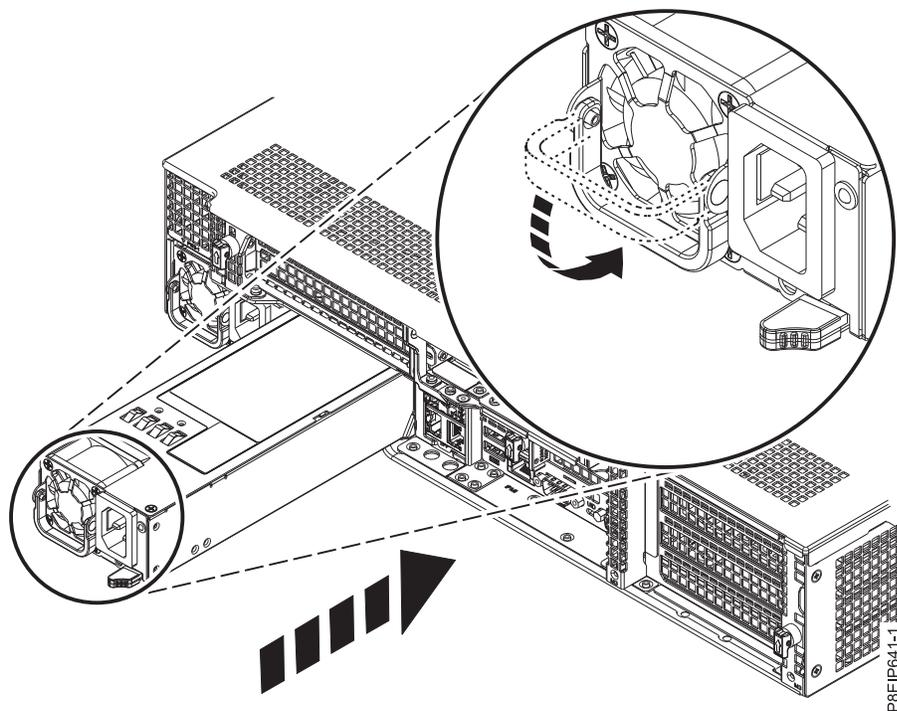

Abbildung 81. Austausch eines Netzteils im System
2. Richten Sie das Netzteil an der Position aus (siehe Abb. 81 auf Seite 87). Der Lüfter befindet sich auf der linken Seite; der Netzstecker befindet sich auf der rechten Seite. Schieben Sie das Netzteil in das System, bis die Verriegelung einrastet.